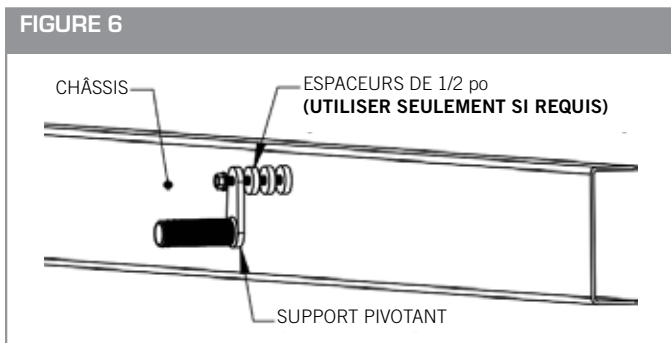

FIGURE 7
- A. Une fois les supports en place sur l'aile, serrer le boulon 5/8 x 4 1/2 po qui traverse le support pivotant (10001472/10001474) pour fixer solidement le pivot au châssis. (Voir la Figure 7)